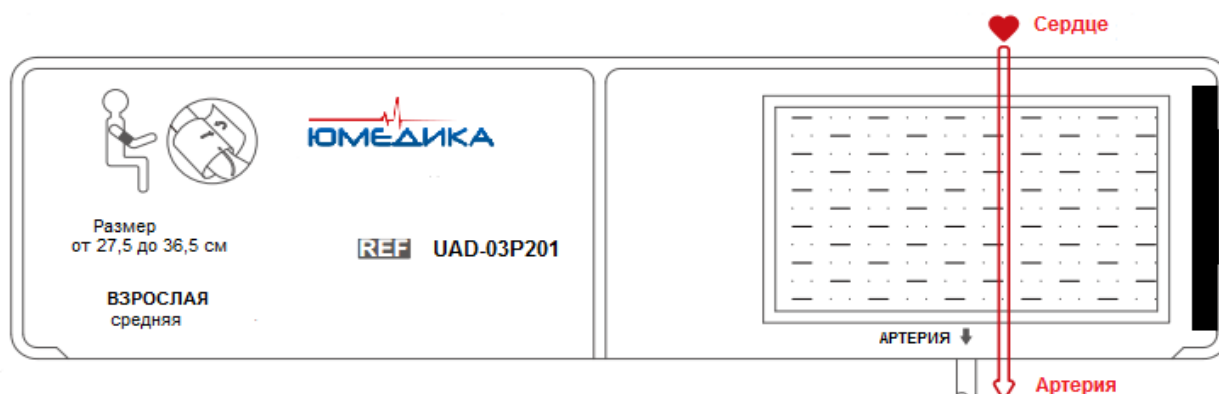

Рисунок 1 – Внешний вид манжеты АД
2.5 Нашупайте артерию и поместите манжету так, чтобы артерия пациента была выровнена по отношению к стрелке с надписью «Артерия» на манжете (см. рисунок 1).